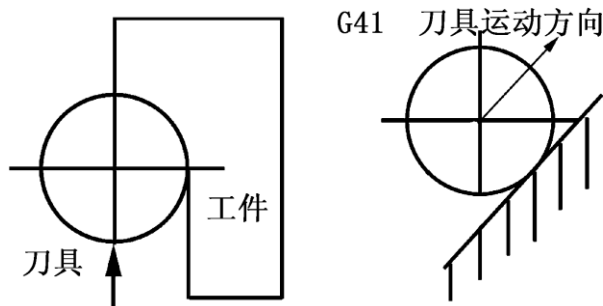

图 2.9
- (1) G41 的切削方向如图 2.9。使刀具在工件轮廓的左边补偿进行切削运动
- (2) G41 发生前，刀具参数必须在主功能 PARAM 中刀具参数内设置完成。
- (3) G41 段程序，必须有 G01 功能及对应的坐标参数才有效，以建立刀补。